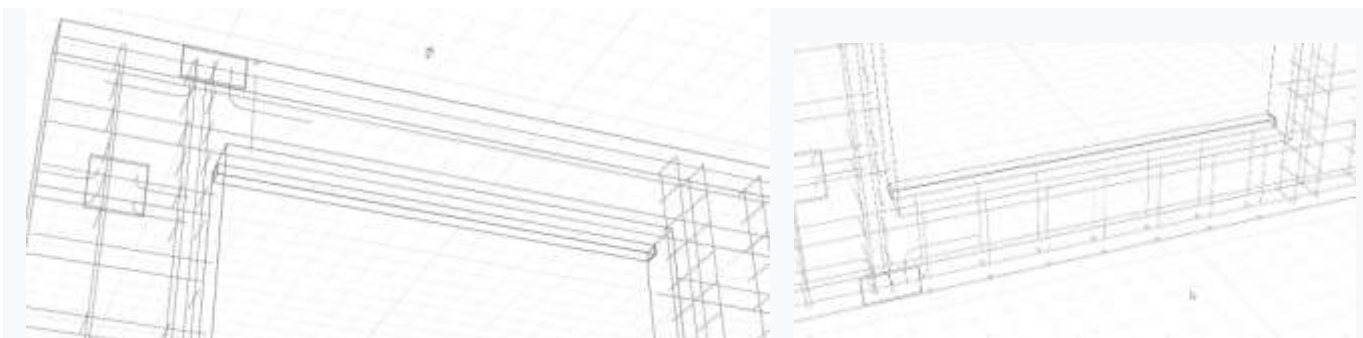

Рисунок 13.8 - Ручное армирование зоны под проемом. Копирование стержней
9. При армировании каркасами под проемом осталась пустая зона, поскольку каркасы не подрезаются по длине автоматически, а устанавливаются той длины, которая задана в параметрах. Данный вопрос легко решается ручным армированием отдельными стержнями (рис. 13.8). А затем скопируем по направлению с заданным шагом (рис.13.8).